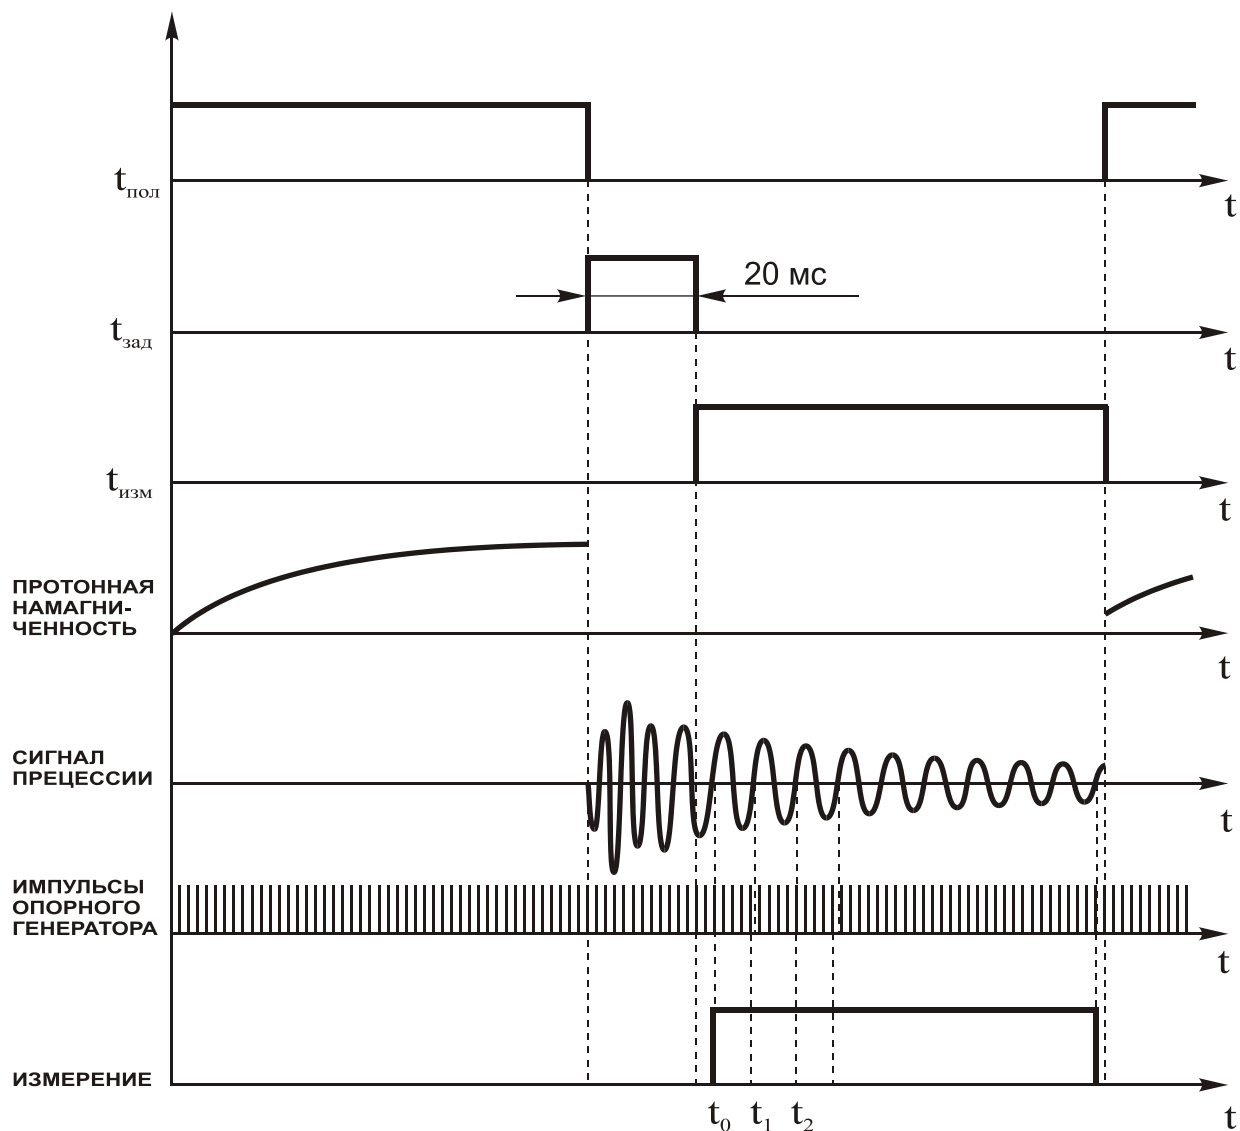

Рис. 2. Временная диаграмма работы POS-1
1.5.4.2. Проанализируем работу магнитометра в процессе измерения. Возможна работа в двух режимах: однократное измерение или режим автоматического запуска с цикличностью 0,5 с, 1 с, 2 с, 3 с и так далее. Процесс измерения в обоих случаях одинаков. Временные диаграммы представлены на рис. 2. Следует отметить, что в режиме автоматического запуска с цикличностью